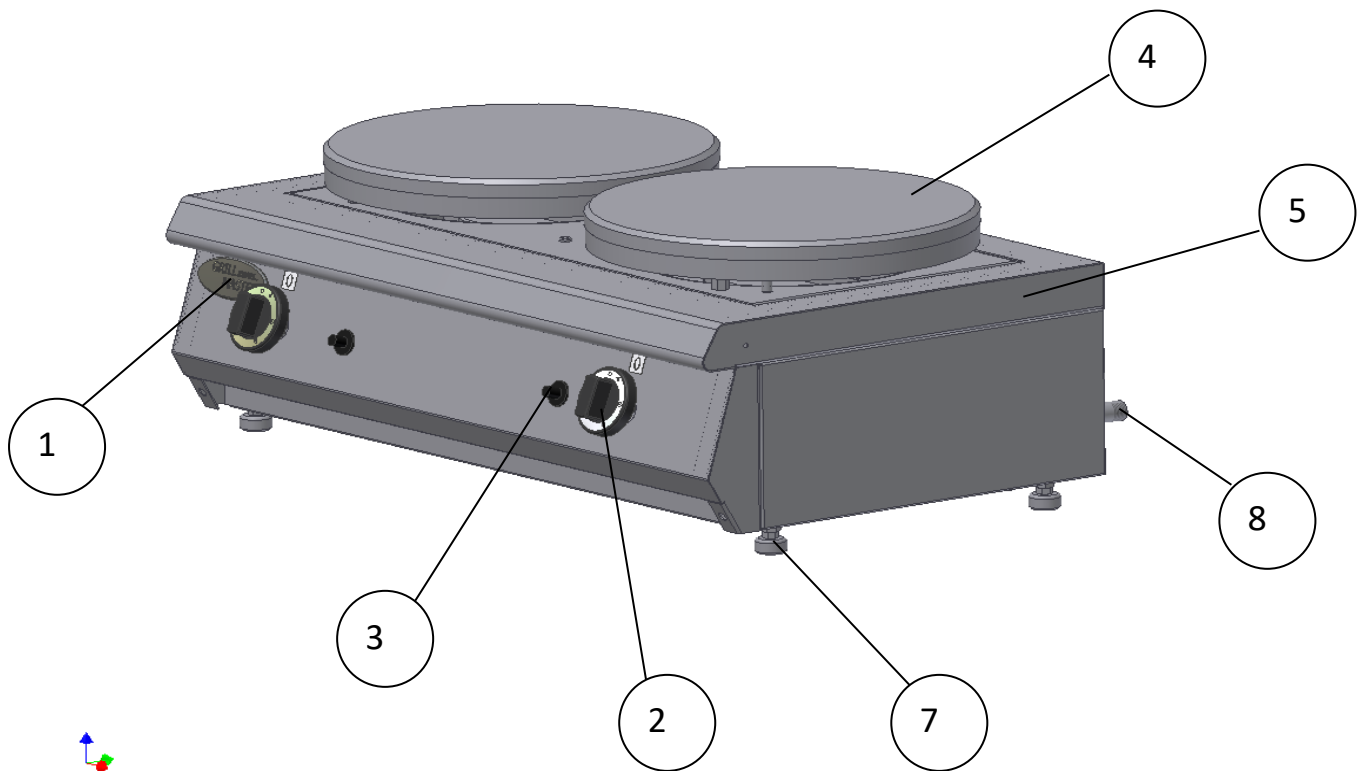

Рис. 1
Основные части изделия указаны на рис.1 и перечислены в таблице 1.
- 7.1. Для включения блинницы необходимо нажать и повернуть против часовой стрелки ручку крана (2) рис.1 на максимальную подачу газа и несколько раз нажать на кнопку пьезоподжигателя (3) до появления пламени. Горение газа